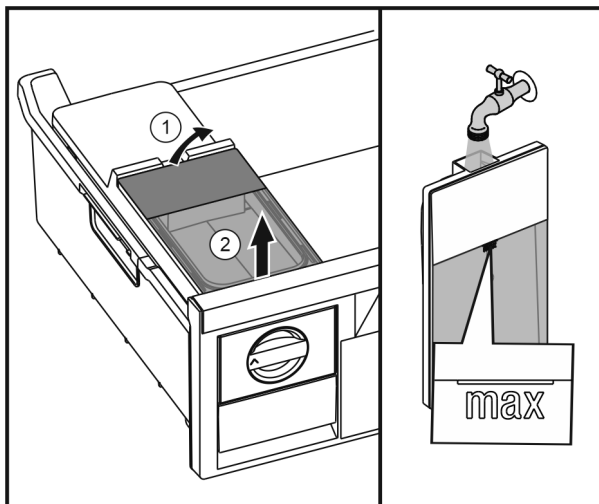

Fig. 39
- Nadvihnite nádržku na vodu zozadu Fig. 39 (1) a odoberte ju nahor Fig. 39 (2).